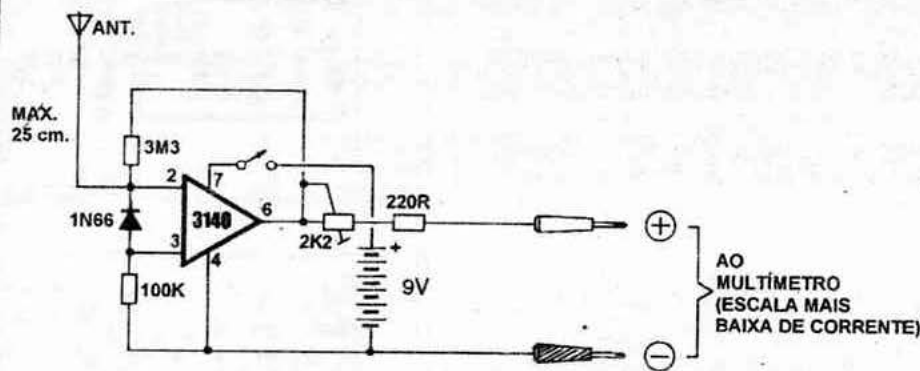

Fig. 1
- FIG. 1 - DIAGRAMA ESQUEMÁTICO DO CIRCUITO - O circuito, em si, é uma caquinha... Simples na sua concepção, muito reduzido no número de componentes (só peças comuns, de fácil aquisição...), utiliza como miolo ativo um integrado Amplificador Operacional, equivalente ao velho 741, porém internamente dotado (nos seus blocos de entrada...) de transistores de efeito de campo, o que lhe proporciona uma impedância muito alta, garantindo excelente sensibilidade a sinais aplicados às suas entradas inversora e não inversora (respectivamente pinos 2 e 3...), quando circuitado no modo diferencial... O citado integrado é o CA3140 (já conhecido dos leitores/ho-